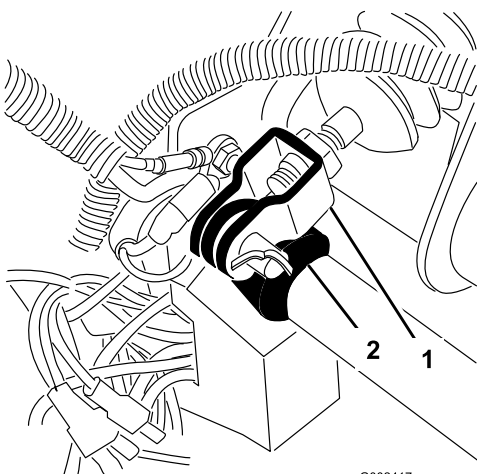

Figure 54
1. Retirez la goupille fendue et l'axe de chape qui fixent la chape du maître-cylindre au pivot de la pédale de frein (Figure 54).
3. Desserrez les écrous de blocage qui fixent la chape à l'arbre du maître-cylindre (Figure 54).